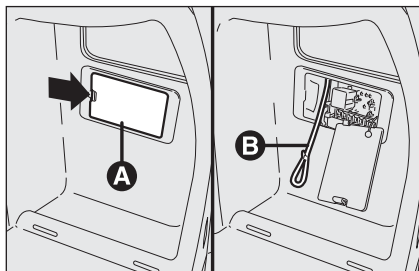

fig. 29
- ☐ aprire lo sportello **A-fig. 29** di accesso alla centralina fusibili ubicato sul lato destro del bagagliaio agendo nel punto indicato dalla freccia;